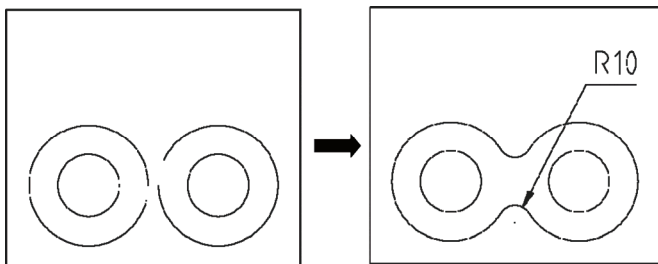

图 14-21 倒圆角
6) 执行“打断”命令 (br), 将左边直径为 70 的圆右边打断一部分, 将右边直径为 70 的圆左边打断一部分; 执行“倒圆角”命令 (f), 将两圆之间倒圆角 R10, 如图 14-21 所示。